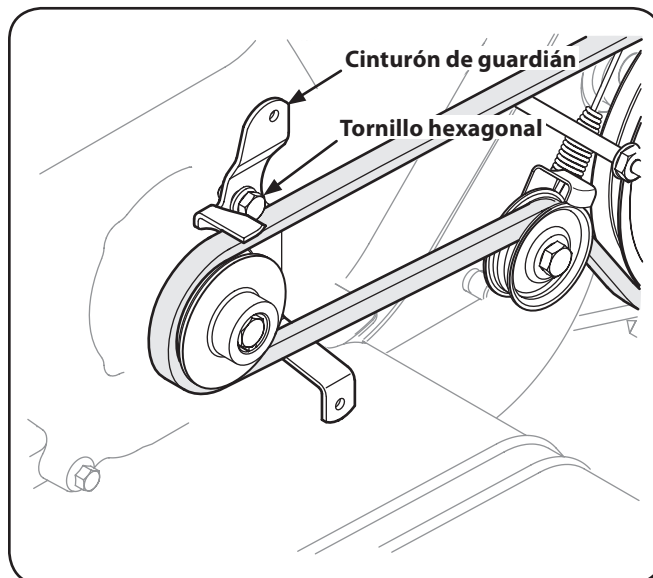

Figure 7-3
4. El uso de un ½ "llave, retire el tornillo hexagonal de fijación del cinturón de guardián en el motor. Vea la Fig. 7-3.